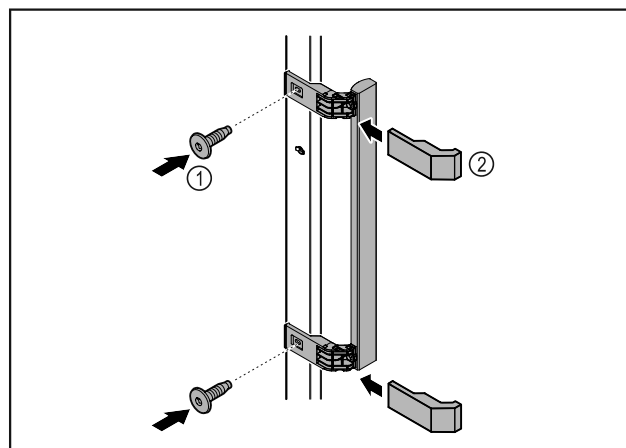

Fig. 6
- ▶ Монтирайте дръжката от пакета с принадлежности с приложените винтове Fig. 6 (1) на вратата.
- ▶ Нахлузете капака Fig. 6 (2).